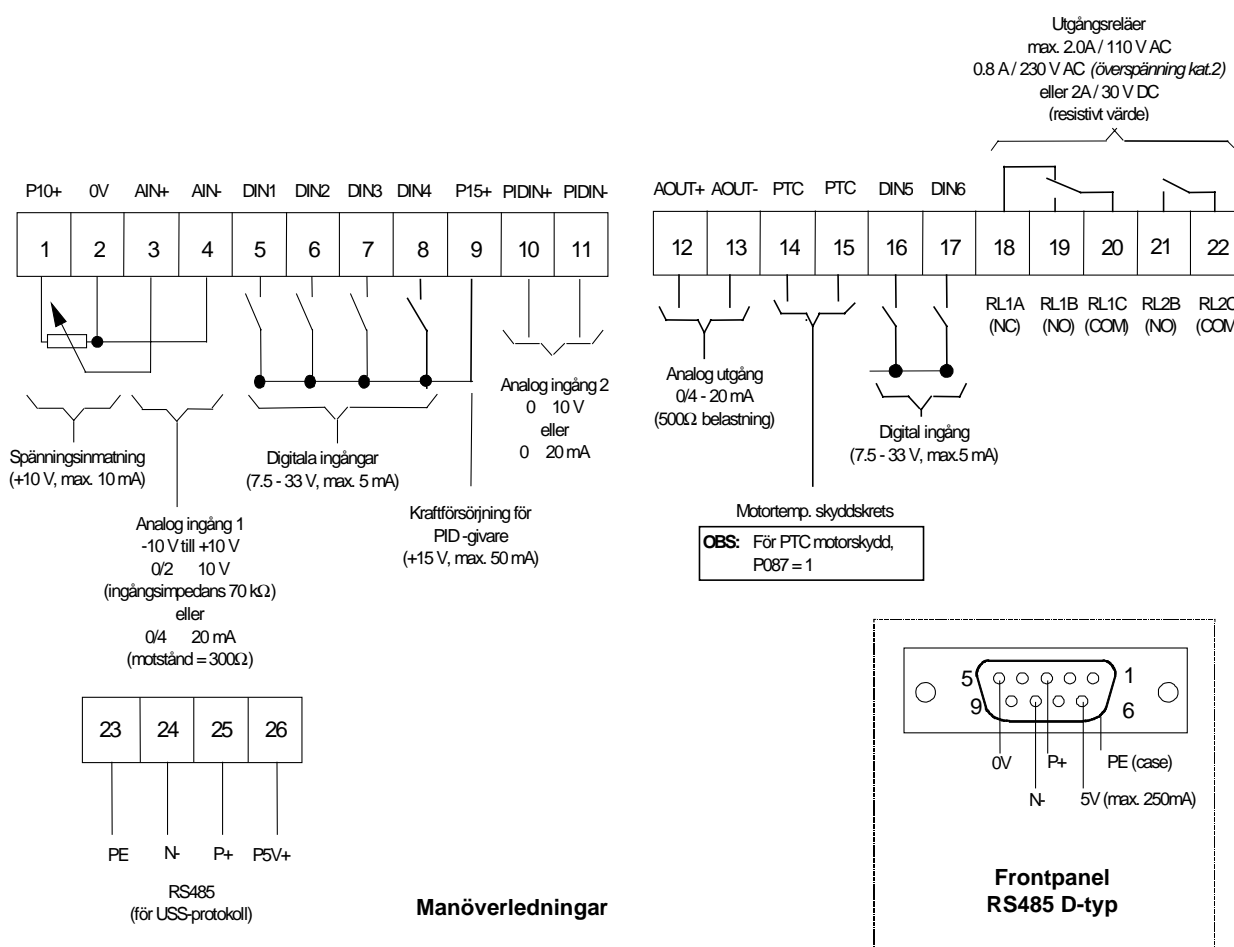

Fig. 6: Manöverledning
5. Anslut manöverledningarna enligt Fig. 6 och 8, avsnitt 2.2.4 och 2.2.6.
15. Anslut manöverledningarna enligt Fig. 6 och 8, avsnitt 2.2.4 och 2.2.6.
11. Anslut manöverledningarna enligt Fig. 6 och 8, avsnitt 2.2.4 och 2.2.6
- (1) Anslut manöveringången 9 till ingången 5 via en vanlig FRÅN-/TILL-omkopplare. Detta riggar motorn för medurs rotation (standard).
- (2) Anslut en potentiometer på 4.7 k Ω till manöveringångarna enligt Fig. 6 och 8 eller anslut stift 2 (0V) till stift 4 och lägg en 0 - 10 V-signal mellan stift 2 (0V) och stift 3 (AIN+).